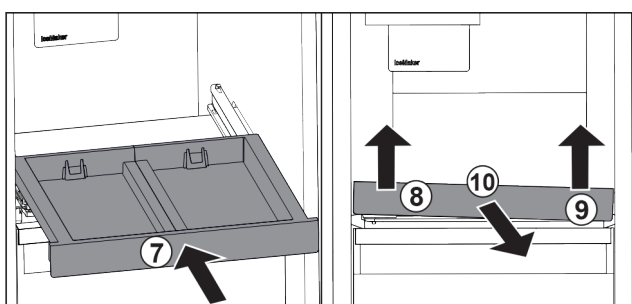

Fig. 96
- Вкарайте изтеглящата се дъска. Fig. 96 (7)
- Повдигнете изтеглящата се дъска отпред отляво. Fig. 96 (8)
- Повдигнете изтеглящата се дъска отпред отдясно. Fig. 96 (9)
- Извадете изтеглящата се дъска напред. Fig. 96 (10)